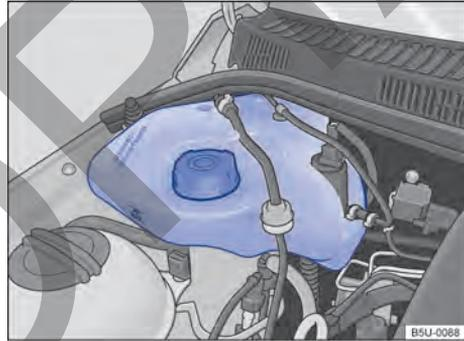

Fig. 201 En el compartimento del motor: depósito de gasolina para el sistema de arranque en frío.
El depósito de gasolina del sistema de arranque en frío se encuentra en el compartimento del motor, del lado derecho → fig. 201.
- Nunca sobrepasar la marca "MÁX" indicada en el depósito → fig. 201.